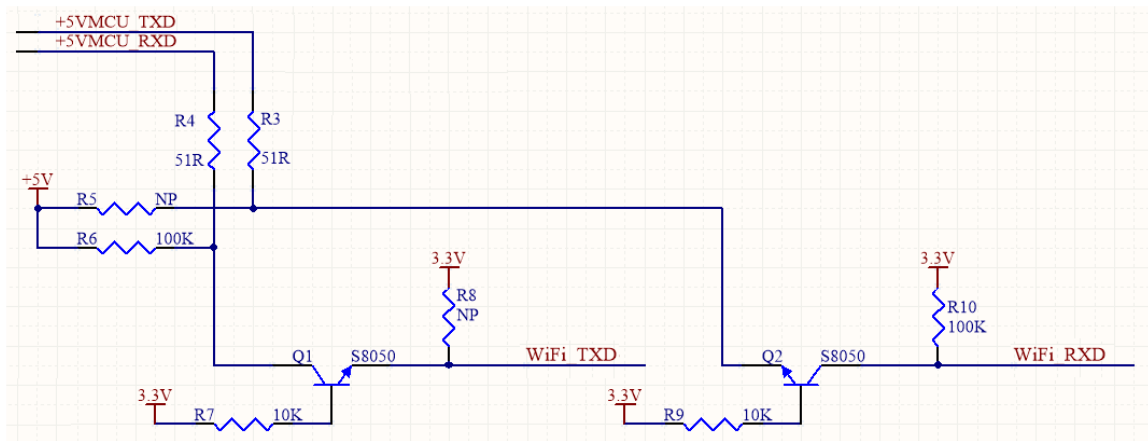

图 14 3.3V UART- 5V UART 转换电路
3.3V UART,方能与 EMW3082A UART 通讯，5V-3.3V UART 转换电路请参考图 14 所示电路。